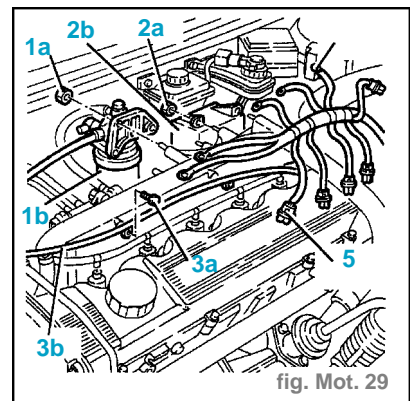

fig. Mot. 29
- combustible le tuyau (2) de retour du combustible au réservoir.
- Déconnecter le raccord électrique (3) du capteur de surpression.
- Déconnecter le raccord électrique (4) du régulateur de la pression sur la pompe de la pression.
- Déconnecter le raccord électrique (5) du capteur de la pression du combustible.
- Déconnecter le raccord électrique (6) du capteur de la température du combustible.
- Dévisser les écrous (1a) et déplacer le filtre du combustible (1b) du collecteur d'aspiration. (fig. Mot. 29)